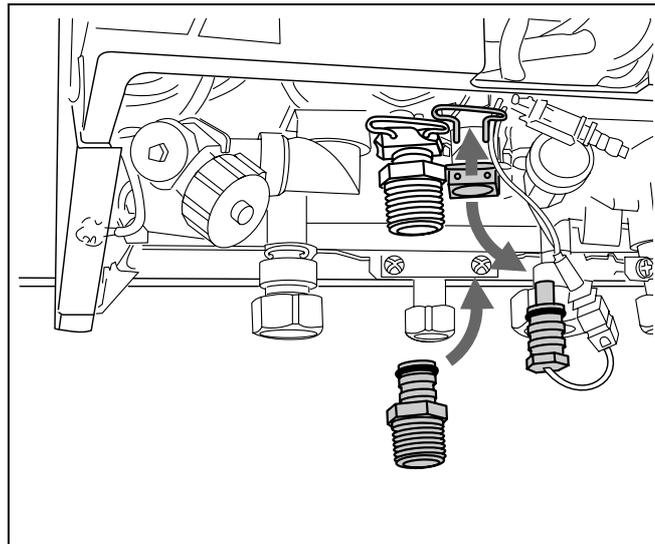

Fig. 43 Lavare lo scambiatore termico dell'acqua calda
7.1.7 In caso sia necessario: lavare lo scambiatore termico dell'acqua calda (fig. 43)